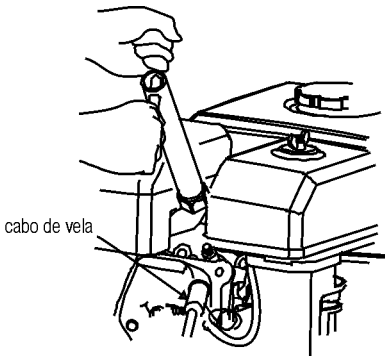

Fig. 34 – Removendo a vela
- d. Com auxílio de uma chave de vela (não acompanha) remova a vela (fig. 34).